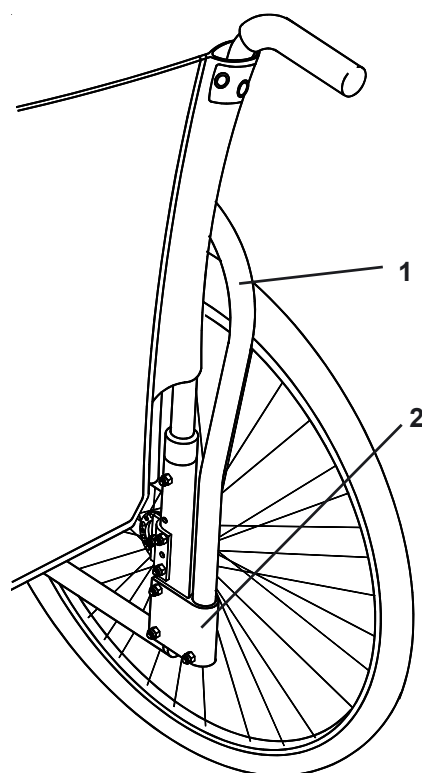

Fig. 16
Les accoudoirs escamotables amovibles (Fig. 16) sont installés en faisant coulisser le tube de l'accoudoir (1) dans le logement (2) du tube du cadre arrière, alignant la fente sur l'extrémité du tube avec la vis (3). Pour retirer l'accoudoir, tirer vers le haut jusqu'à ce que le tube sorte du logement.